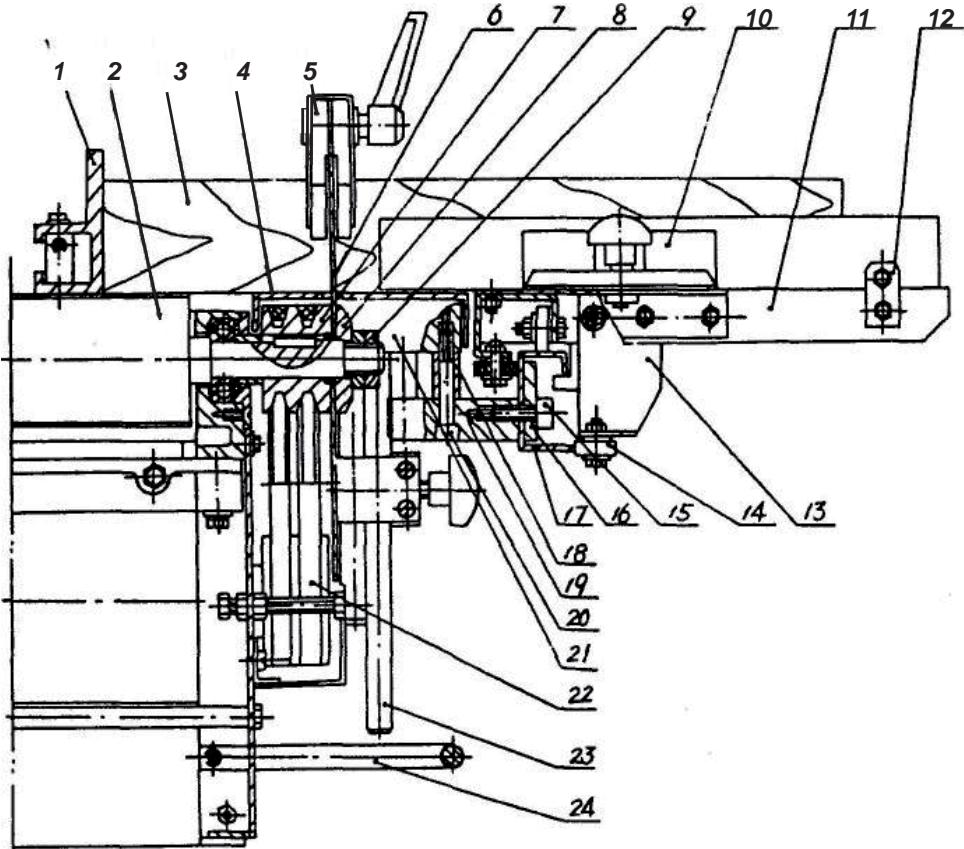

Рис. 4 Схема пильной части
#### Схема пильной части (Рис. 4)
- См. Рис. 4. Поместите отвертку в отверстие 12 ножевого вала 5, чтобы застопорить шпиндель, отвинтите гайку при помощи гаечного ключа, будьте осторожны, чтобы не повредить резьбу, снимите фланец, тщательно очистите фланец и пильный диск, чтобы они идеально подходили друг к другу, установите пильный диск на фланец, а затем установите их вместе со шпинделем, зафиксировав двойной гайкой, затем установите распиловочный стол, нижний кожух, и одновременно поставьте распиловочный стол на 0,5~1 мм выше заднего стола.